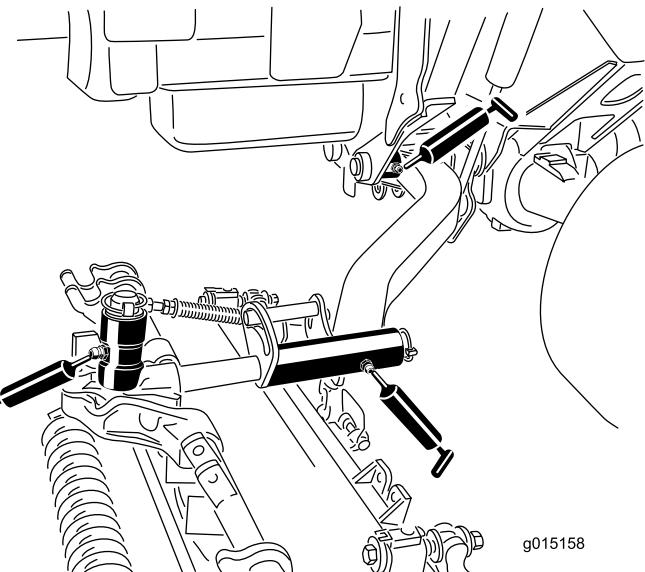

Figura 71
- Boccole girevoli (1 per piatto di taglio) del braccio di sollevamento (Figura 71).
- Telaio portante dell'apparato di taglio (2 per apparato) (Figura 71)
- Perno del braccio dell'apparato di taglio (1 per apparato) (Figura 71)